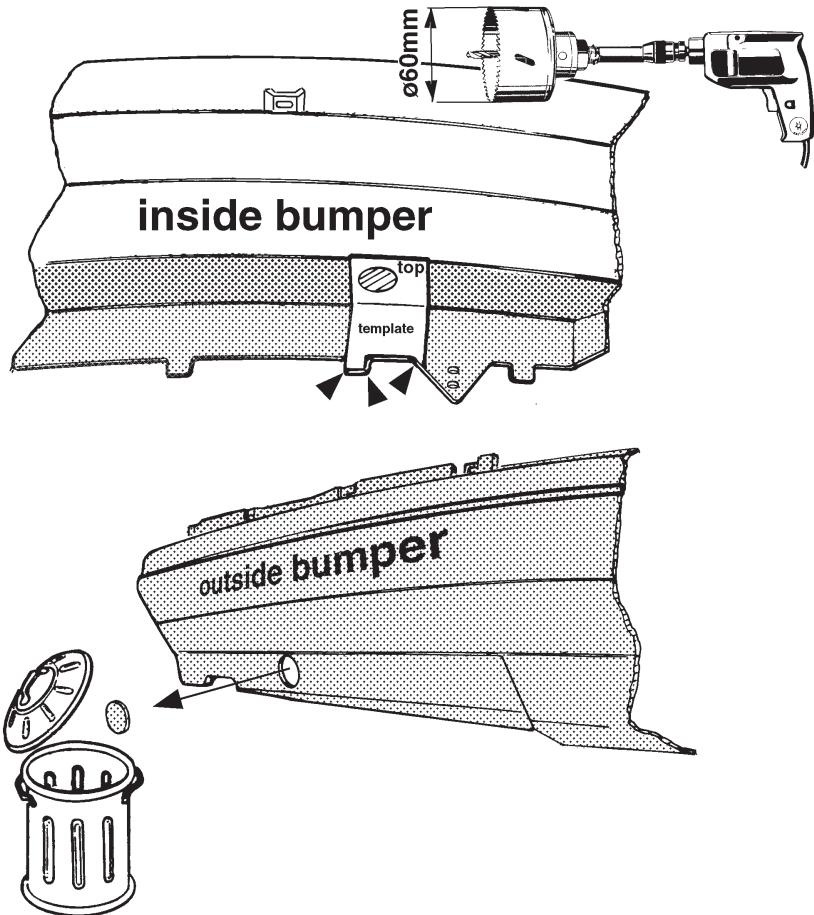

FIG.1
2. Positionner l'attache-remorque. Pour cela faire glisser les supports A dans le châssis, les trous B devant correspondre aux trous existants dans le châssis. Fixer à l'emplacement des trous B quatre boulons M10x30 (**10.9**). Découper le modèle et le poser à l'intérieur du pare-chocs conformément à la fig. 1. Le dessous du modèle doit correspondre au dessous du pare-chocs. Reporter le modèle sur les contours du pare-chocs et marquer la partie hachurée. Percer ensuite le trou marqué de 60 mm à travers le pare-chocs.
2. Anbringa dragstången. Skjut till detta stöden A in i chassit. Hålen B skall korrespondera med de befintliga hålen i chassit. Fäst fyra bultar M10x30 (**10.9**) vid hålen B. Klipp ur schablonen och anbringa denna på kofångarens insida enligt fig. 1. Schablonens undersida skall sammanfalla med kofångarens undersida. Se till att schablonen följer kofångarens konturer. Markera det streckade hålet. Borra sedan det markerade hålet 60 mm genom kofångaren.
2. Placer anhængertrækket. Skub forinden beslagene A ind i chassiset, hullerne B bør svare til de eksisterende huller i chassiset. Monter fire bolte M10x30 (**10.9**) ved hullerne B. Klip skabelonen ud og placer den på inderkanten af kofangeren ifølge fig.1. Skabelonens underkant skal følge kofangerens underkant. Læg skabelonen således, at den følger kofangeren, og tegn det markerede hul. Bor dernæst hullet 60 mm igennem kofangeren.
2. Colocar el gancho de remolque, encajando para ello dentro del chasis los soportes A; los orificios B deben coincidir con los orificios existentes en el chasis. Fijar a la altura de los orificios B cuatro tornillos M10x30 (10.9). Recortar la plantilla y situarla en el lado interior del parachoques como indica la fig. 1. El lado inferior de la plantilla debe coincidir con el lado inferior del parachoques. La plantilla seguirá los contornos del parachoques y marcar el orificio trazado con rayas. Luego perforar 60mm a través del parachoques el orificio marcado.
2. Posizionare il gancio traino. Inserire i sostegni A nel telaio; i fori B devono coincidere con i fori presenti nel telaio. Inserire quattro bulloni M10x30 (10.9) nei fori B. Ritagliare la sagoma e posizionarla all'interno del paraurti, come indicato nella fig. 1. La base della sagoma deve coincidere con la base del paraurti. Lasciare che la sagoma segua i contorni del paraurti e tracciare il foro tratteggiato. Praticare il foro tracciato da 60 mm attraverso il paraurti.
2. Umieścić zderzak. W tym celu wsunąć wsporniki A do ramy podwozia; otwory B muszą być zgodne z otworami obecnymi w ramie podwozia. Umocować w miejscu otworów B cztery śruby M10x30 (10.9). Wyciąć szablon zamieszczony w dołączonej instrukcji i umieścić go zgodnie z rys.1 od wewnętrznej strony zderzaka. Dół wzornika musi być równy z dołem zderzaka. Wzornik należy ułożyć zgodnie z konturami zderzaka i odrysować zakreskowany otwór. Następnie przewiercić zaznaczony otwór do 60 mm poprzez zderzak.